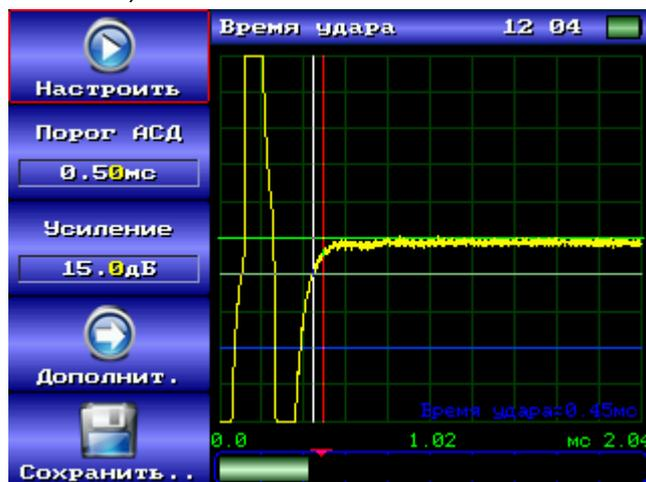

Рисунок D. 2 График ударных колебаний.
При контроле ударным методом, по поверхности образца производятся удары бойком преобразователя. Ударные колебания считываются с бойка и выводятся на график режима «Время удара» (см. **Рисунок D. 2**).
- D.2.3.8 Ударить преобразователем по бездефектному участку образца TS-2. На экране должен отобразиться график колебаний (см. **Рисунок D. 2**);
Примечание: на графике (см. **Рисунок D. 2**) найденное время ударных колебаний индицируется вертикальной белой линией. Это время находится по превышению амплитудного порога (установленного в параметре «Порог НС») с обратной стороны временной шкалы (см. Рисунок D. 6). Амплитуда полученных колебаний зависит от двух величин: силы удара и уровня установленного усиления. На рисунке (Рисунок D. 7 показаны графики принятых сигналов, на рисунке (а) амплитуда принятых колебаний достаточна для правильного нахождения длительности колебания, а на рисунке (б) амплитуда не превышает порог в одну клетку шкалы по оси Y и необходимо увеличить значение усиления. По умолчанию устанавливается усиление равное 15дБ, что будет оптимальным для большинства случаев.